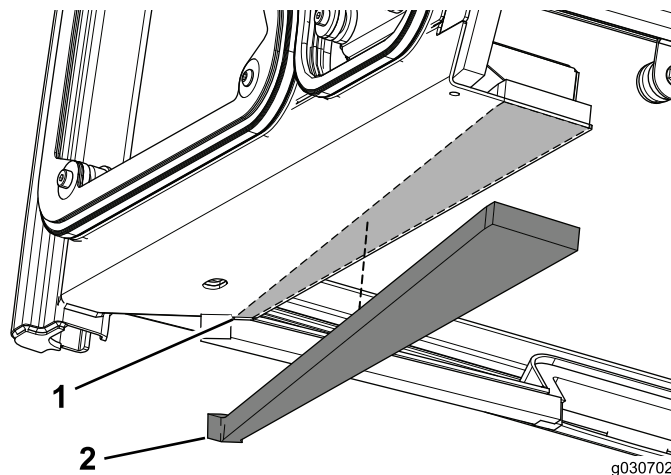

図 12
1. キャブユニットの左前側エッジからおよそ 3mm 離して、左用シールを取り付ける 図 12。